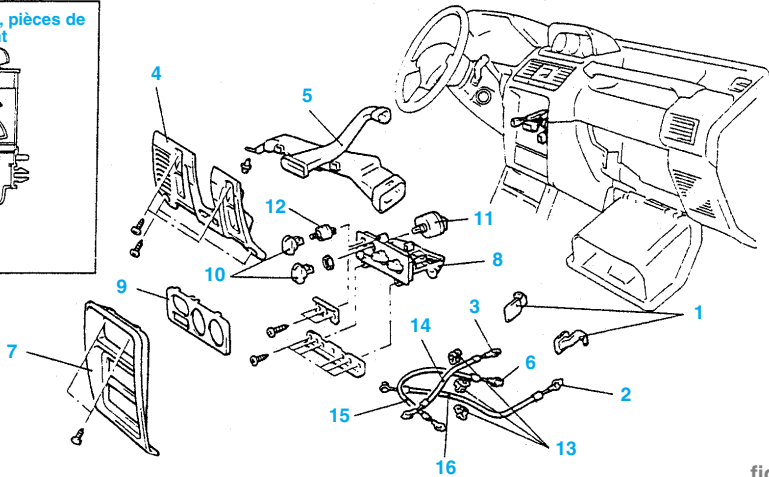

fig. Car. 23
- Suivre l'ordre chronologique. (fig. Car. 23)